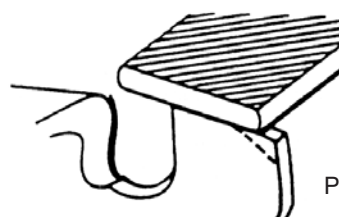

Рис. 4-4
- 4) Закруглить передний угол для придания оригинальной формы глубиномера после использования инструмента глубиномера. Всегда выполнять рекомендованную настройку глубиномера, как указано в руководстве по техобслуживанию или руководстве пользователя пилы. (Рис. 4-4)